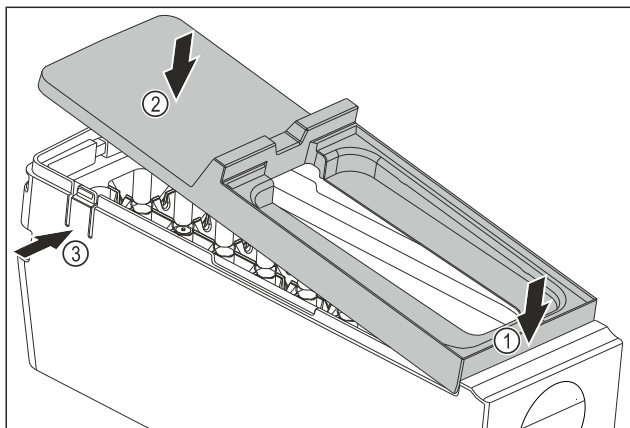

Fig. 124
- ▶ Monter le couvercle du corps de l'EasyTwist-Ice : Placer le couvercle à l'avant. Fig. 124 (1)
- ▶ Abaisser le couvercle à l'arrière. Fig. 124 (2)
- ▶ L'enclenchement du couvercle dans les deux languettes Fig. 124 (3) se fait entendre.